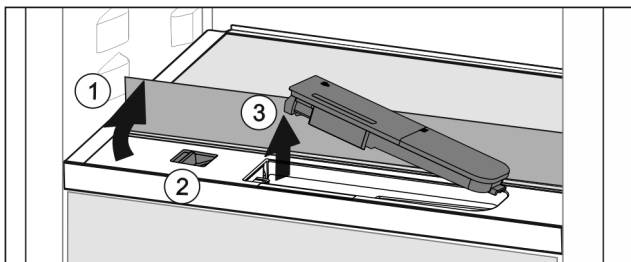

Fig. 104
- ▶ Tõstke klaasplaat üles ja klappige lõpuni taha Fig. 104 (1).
- ▶ Lükake liugurit Fig. 104 (2) vasakule.
- ▶ Võtke veepaak välja Fig. 104 (3).